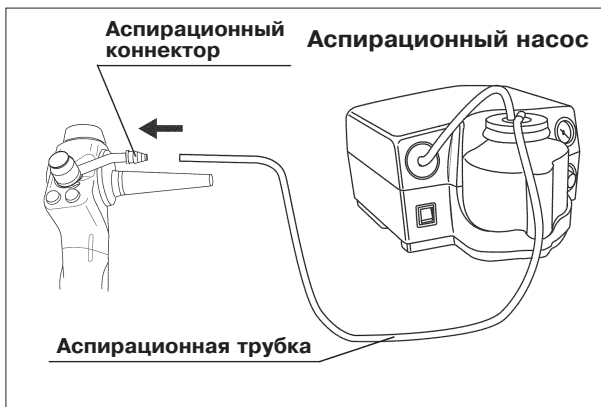

Рис. 3.14
6. Присоедините аспирационную трубку от насоса к аспирационному коннектору на аспирационном клапане (см. рис. 3.14).